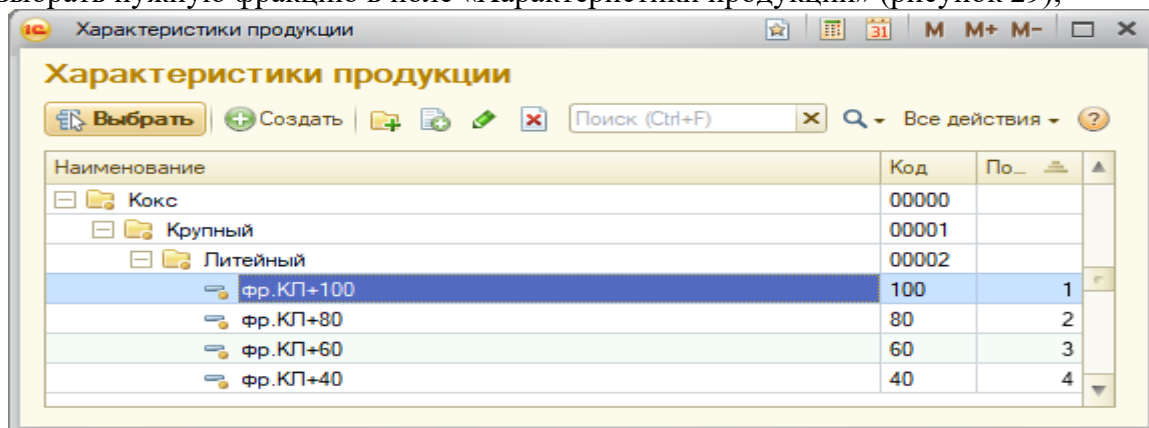

Рисунок 29
3.3.8 выбрать нужную фракцию в поле «Характеристики продукции» (рисунок 29);